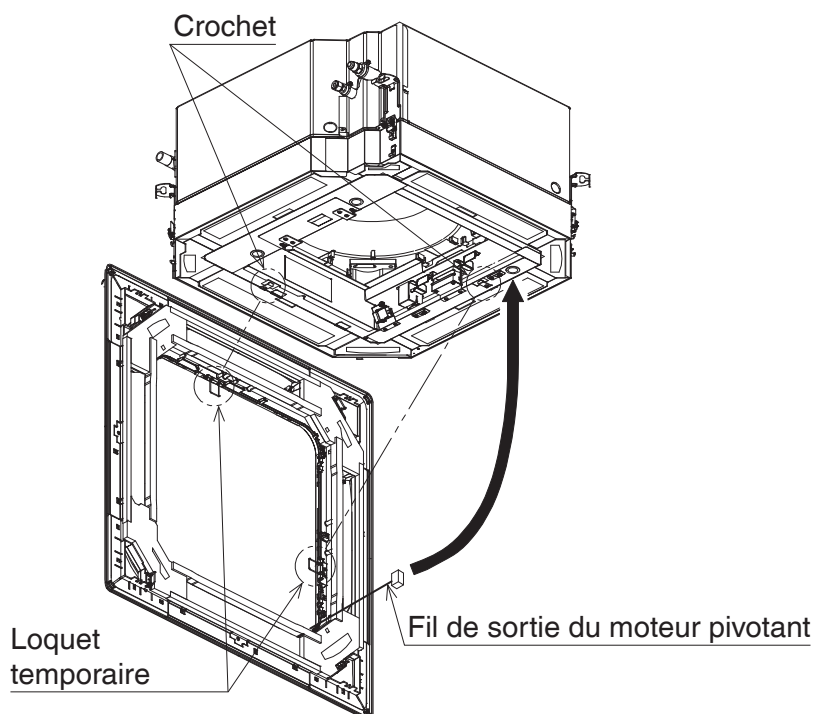

Figure 15
1. Fixez le panneau d'habillage après avoir accroché les loquets temporaires du panneau d'habillage aux crochets du purificateur d'air UV Streamer. (Reportez-vous à la **Figure 15**.)